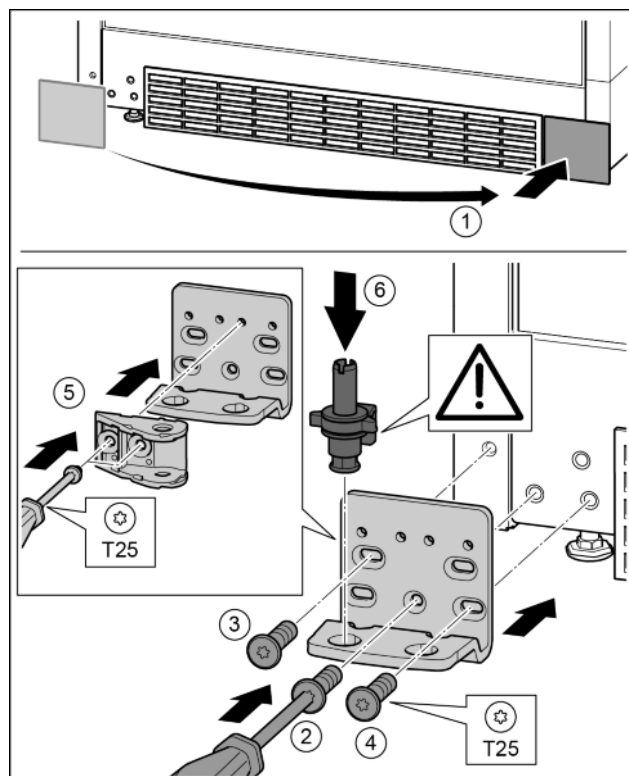

Fig. 34
- ▶ Afdekking eraf halen en op de andere kant aanbrengen. Fig. 34 (1)
- ▶ Lagerbus op de andere kant aanbrengen en met behulp van een schroevendraaier T25 vastschroeven. Met schroef 2 onder in het midden beginnen. Fig. 34 (2)
- ▶ Schroef 3 en 4 vastschroeven. Fig. 34 (3, 4)
- ▶ Sluitdemperverbinding 180° draaien. Aan de andere kant van de lagerbus met schroevendraaier T25 vastschroeven. Fig. 34 (5)
- ▶ Lagerbout volledig aanbrengen. Let op dat de vergrendel nok naar achter wijst. Fig. 34 (6)